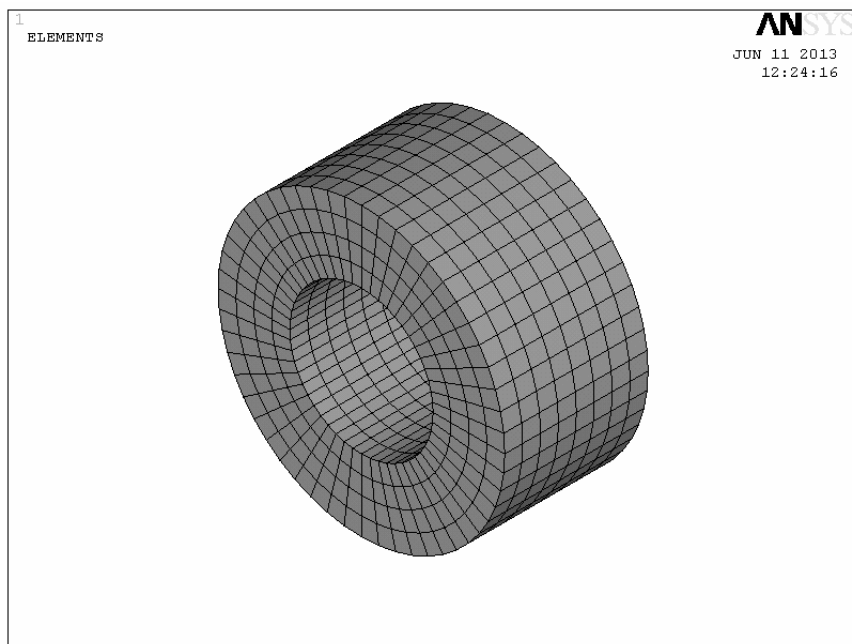

图 2-157 A 圆筒已划分好单元
(10) 将鼠标依次指向 A 圆筒各分块的中心，单击鼠标左键，选中 A 圆筒四个分块，A 圆筒改变颜色，然后单击“Mesh Volumes”窗口中的“OK”按钮，A 圆筒划分好单元（见图 2-157）。